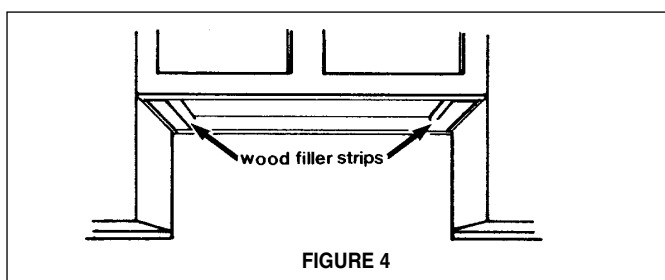

FIGURE 4
3. Si le bas de l'armoire est en retrait, il faut installer des montants en bois afin d'assurer un alignement approprié avec le bas de l'armoire. Ces montants en bois doivent être égaux ou en retrait de 1/16 à 1/8 po avec le bas de l'armoire, tel qu'il est illustré à la **FIGURE 4**.